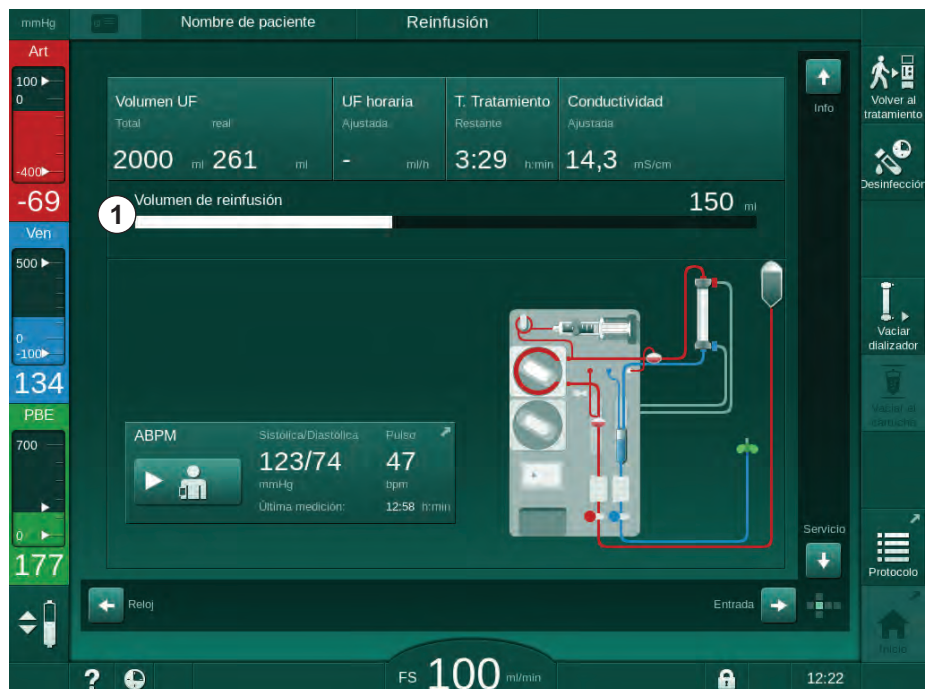

Fig. 6-20 Reinfusión en curso
- ↪ El volumen de sangre reinfundido se indica en la pantalla (Fig. 6-20, ①).